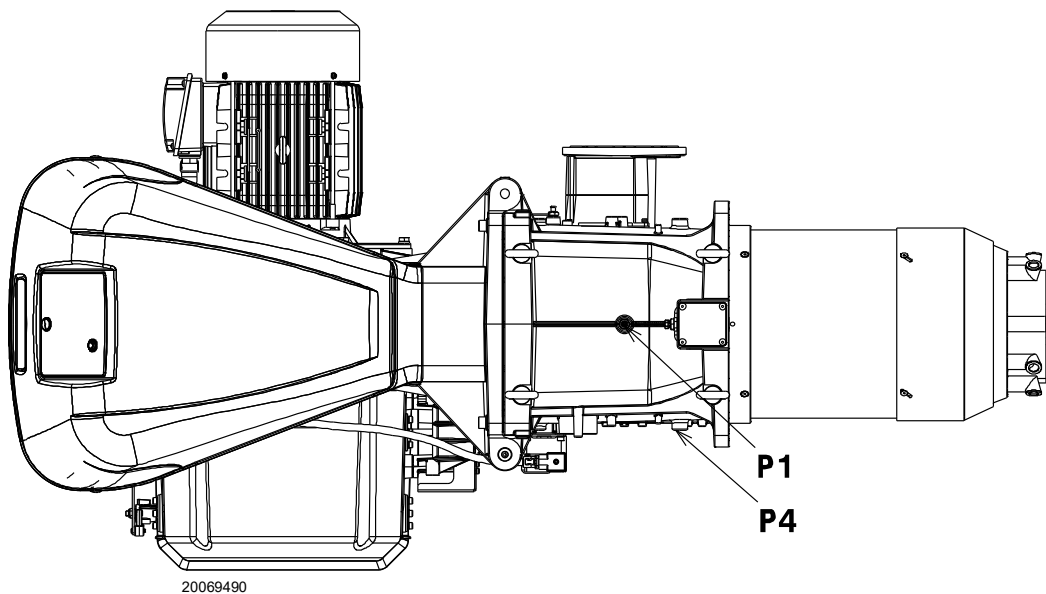

Abb. 19
Gasdruck, gemessen am Anschluss P1)(Abb. 19) unter folgenden Bedingungen:
- vom Gasdruck am Anschluss P1) (Abb. 19) den in der Brennkammer vorhandenen Druck abziehen.
Gasdruck am Anschluss P1) (Abb. 19) = 25.0 mbar
Um hingegen den am Anschluss P1)(Abb. 19) erforderlichen Gasdruck zu ermitteln, nachdem die MAX. Leistung festgelegt wurde, bei der Brenner arbeiten soll:
- Rechts, in Spalte 1, den Druck am Anschluss P1)(Abb. 19) ablesen.
Erforderlicher Druck am Abnahmeanschluss P1)(Abb. 19).